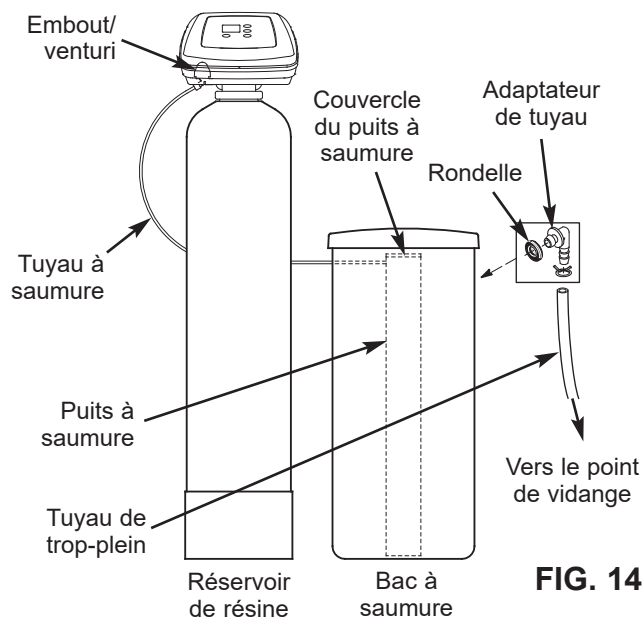

FIG. 14
- a. Insérez la rondelle en caoutchouc dans le trou de 19 mm (3/4 po) de diam. de la paroi latérale du réservoir de sel (cf. Figure 14).